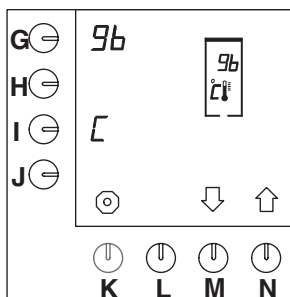

Fig. 40 Innstilling av temperatur
- Trykk, etter å ha tastet inn masterkoden, 3 ganger på valgtasten (N.)↑ inntil fig.40 vises på displayet.
- Trykk, etter å ha tastet inn masterkoden, 3 ganger på valgtasten (N.)↑ inntil fig. 40 vises på displayet.